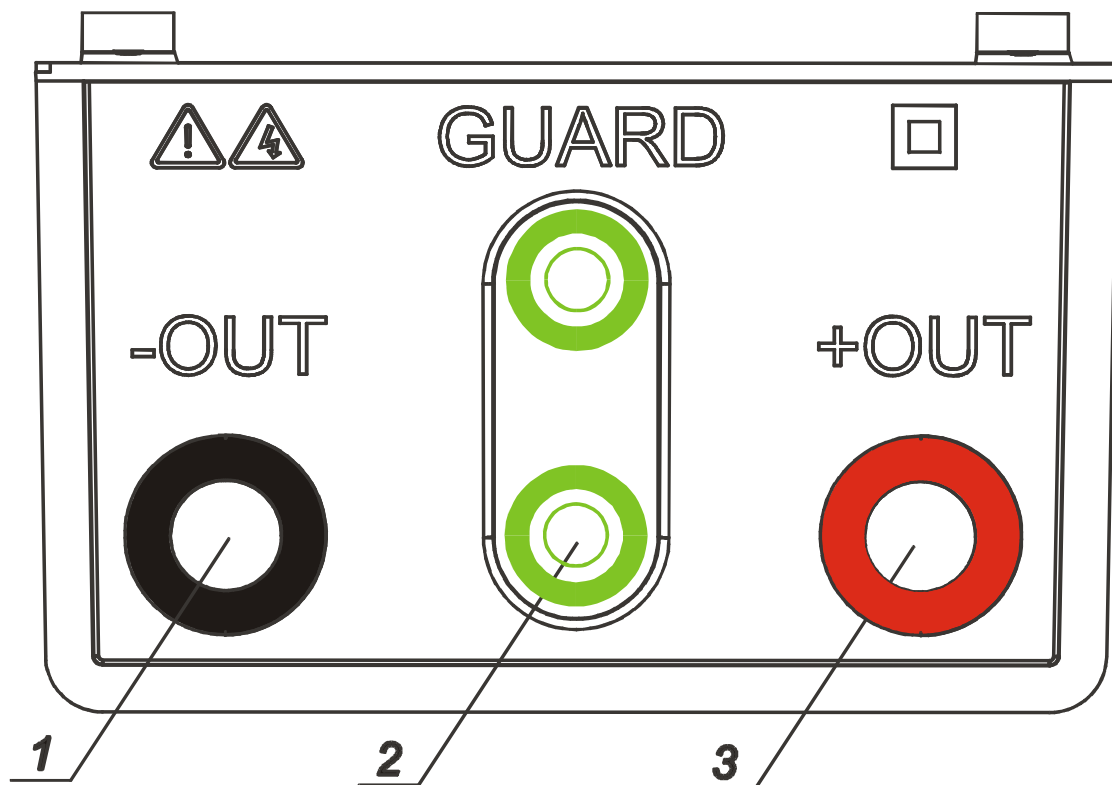

Fig. 2. Bøsninger for prøveledninger
- Bøsning for tilslutning af prøveledninger til 4 stk. sikkerhedsbananstik (**Fig. 2**),